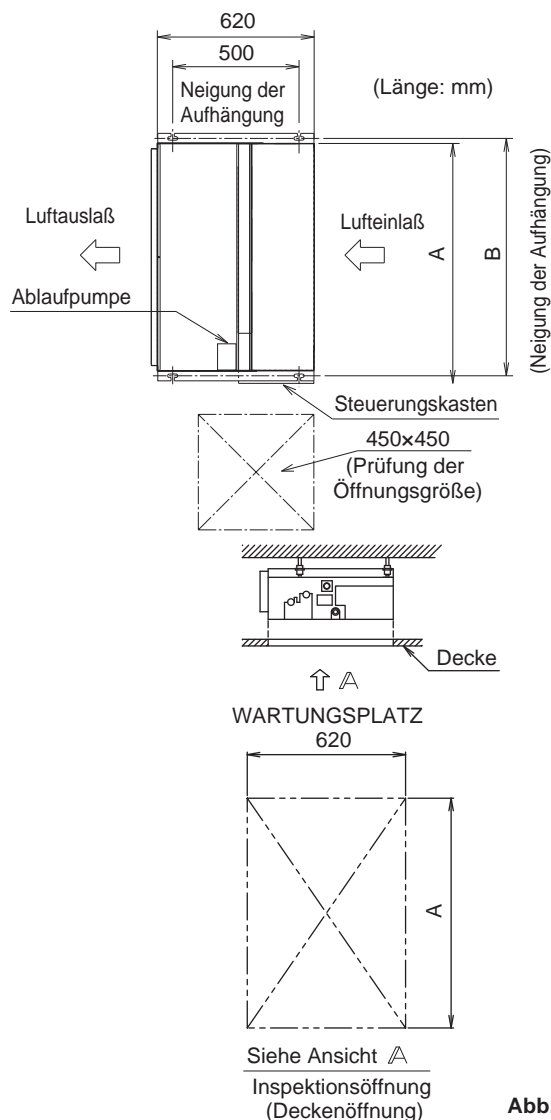

Abb. 2
- (1) **Vergewissern Sie sich, dass die Positionen der Abhängerbolzen mit den Haken am Gerät übereinstimmen. (Siehe Abb. 2)**